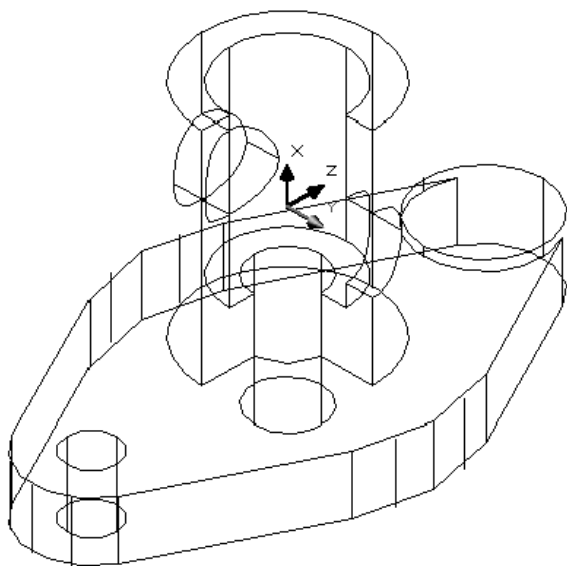

图 7-86
(22)直接在命令行中键入“UCS”,在原来的用户坐标系的基础上绕“X”轴旋转“90°”。如图 7-86 所示：